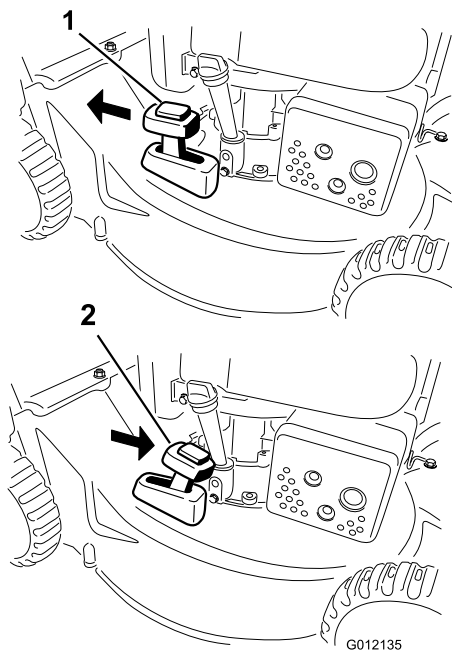

Figure 18
Pour recycler l'herbe coupée, placez le levier de ramassage sur demande en position **recyclage** (Figure 18).
2. Montez le bac à herbe ; voir Retrait du bac à herbe \(page 12\) et amenez le levier de ramassage sur demande en position de **ramassage** (modèle 20836 uniquement) comme montré à la Figure 18.
Remarque: Si le bac à herbe est monté sur la machine, enlevez-le avant de procéder à l'éjection arrière de l'herbe coupée ; voir Retrait du bac à herbe \(page 12\). Le levier de ramassage sur demande doit être en position **ramassage** (modèle 20836 uniquement) comme montré à la Figure 18.